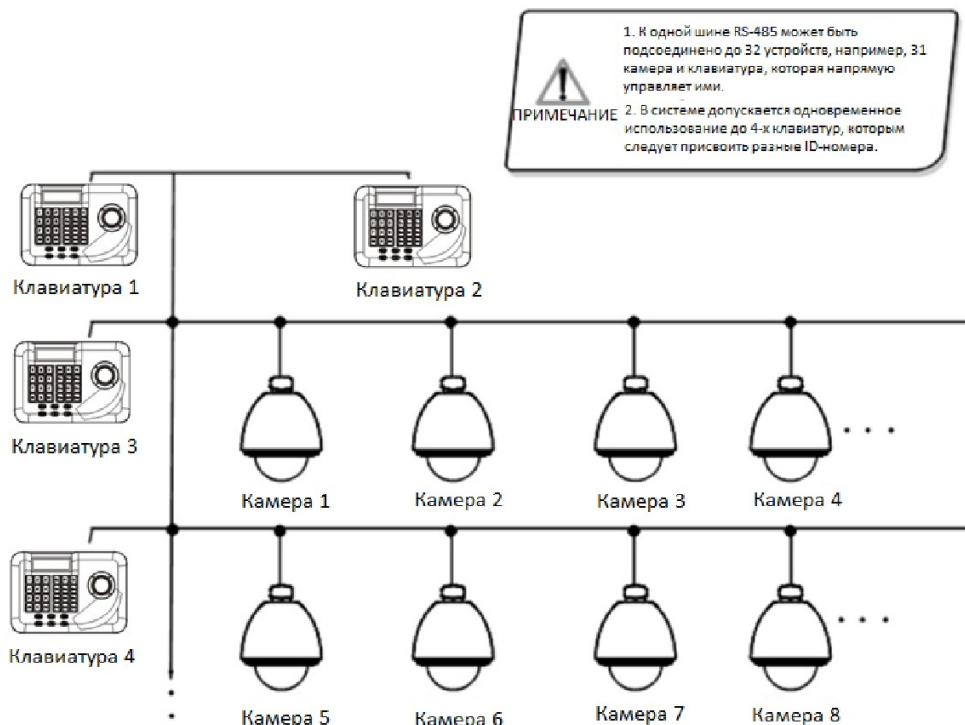

Рисунок 2.4 - 2
Клавиатуры могут параллельно работать на шине RS-485 и управлять множеством камер. В этом случае одну клавиатуру следует выбрать в качестве главной и присвоить ей ID-номер (1) и выбрать скорость передачи данных 9600 бод (см. Рисунок 2.4 - 2).